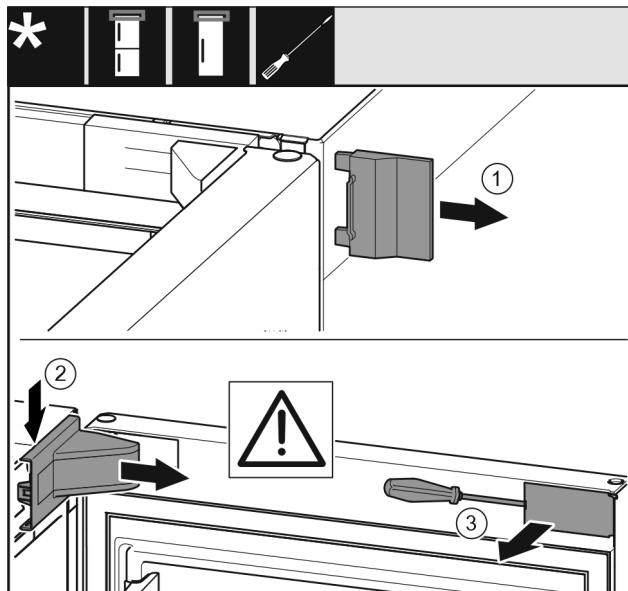

Fig. 8
- Skinite vanjski pokrov. Fig. 8 (1)
- Otkopčajte i otpustite pokrov podloška ležaja. Fig. 8 (2)
- Ravnim odvijačem otkopčajte masku i zakrenite je u stranu. Fig. 8 (3)